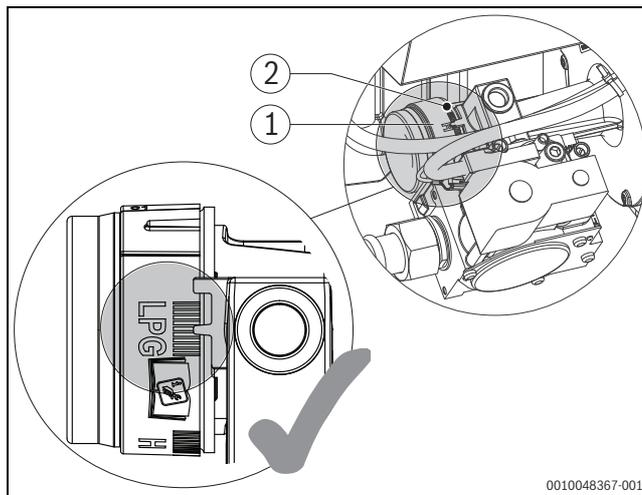

Fig. 28 Modification des préréglages de la buse de réglage
- ▶ Régler la buse de réglage sur la graduation du milieu de la plage de réglage de gaz liquide (→ Figure 28).